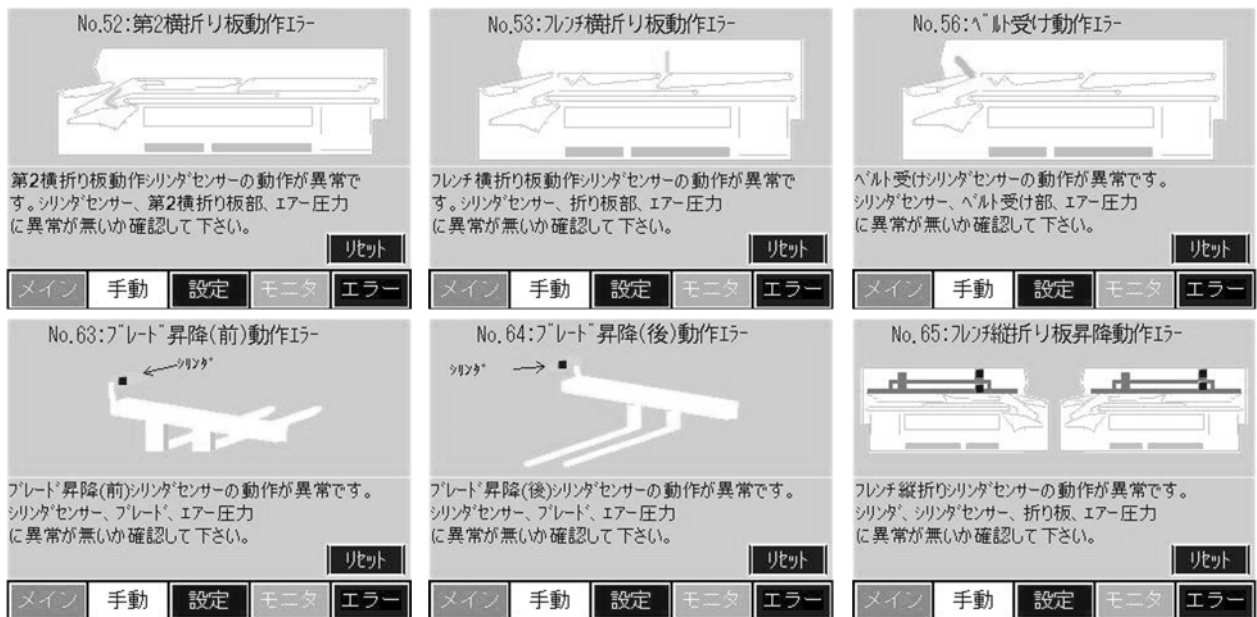

Figure 7-61
7.9.11 No.52,53,56,63,64,65 動作エラー (Figure 7-61)